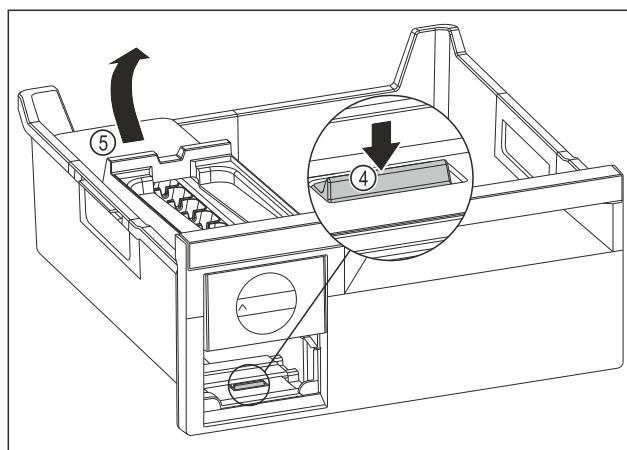

Fig. 136
- ▶ Vyjmutí korpusu EasyTwist-Ice: Lamelu Fig. 136 (4) zatlačte prstem směrem dolů a zároveň nadzvedněte druhou rukou korpus EasyTwist-Ice Fig. 136 (5) zezadu.